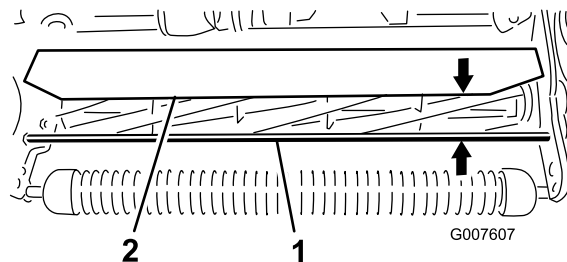

図 50
1. 前サポート・ロッドの上面からシールドの前リップまでの距離をカッティングユニットの両端で測定する（図 50）。